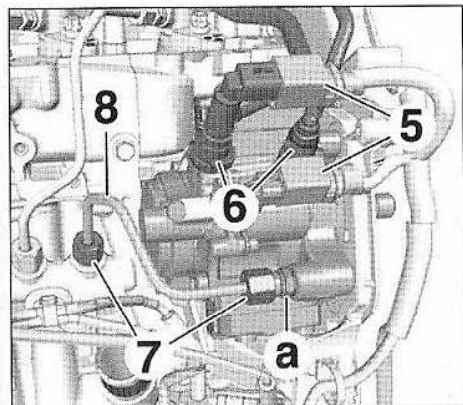

FIG.38
- Débrancher (Fig.38) :
- les connecteurs (5),
- les raccords (6) des canalisations basse pression.
- Desserrer les raccords (7).